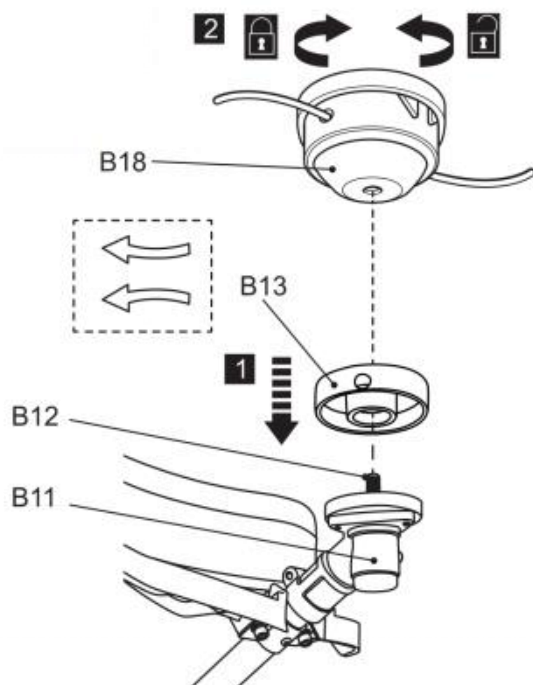

Fig. 6
4) Vissez la tête de coupe (B18) dans le sens antihoraire sur la broche (B12) et serrez-la à la main tout en bloquant la broche (B12) avec la clé hexagonale (E5). Retirez ensuite la clé hexagonale (Fig. 6).